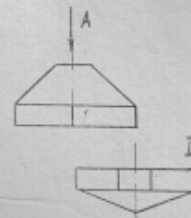

Рис. 5
6. Укажите название вида, выполненного по стрелке А и обозначенного цифрой I на рис. 5.